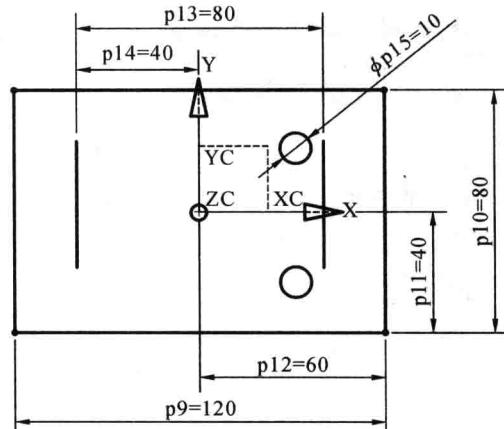

图 1-9 绘制两个圆
(6) 单击“草图”工具栏中的“圆”按钮,绘制两个圆,并单击“自动判断的尺寸”,对圆的尺寸进行标注,如图 1-9 所示。